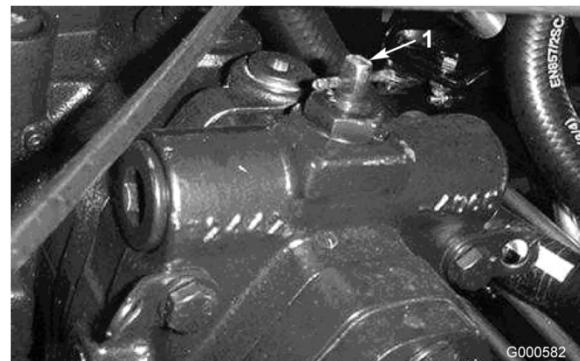

Figure 15
- Tournez la vanne de dérivation à 90° (1/4 de tour) dans un sens ou dans l'autre pour l'ouvrir et dériver l'huile à l'intérieur de la transmission (Figure 15). Il sera alors possible de déplacer la machine lentement sans endommager la transmission. Notez la position de la vanne quand vous l'ouvrez ou la fermez.